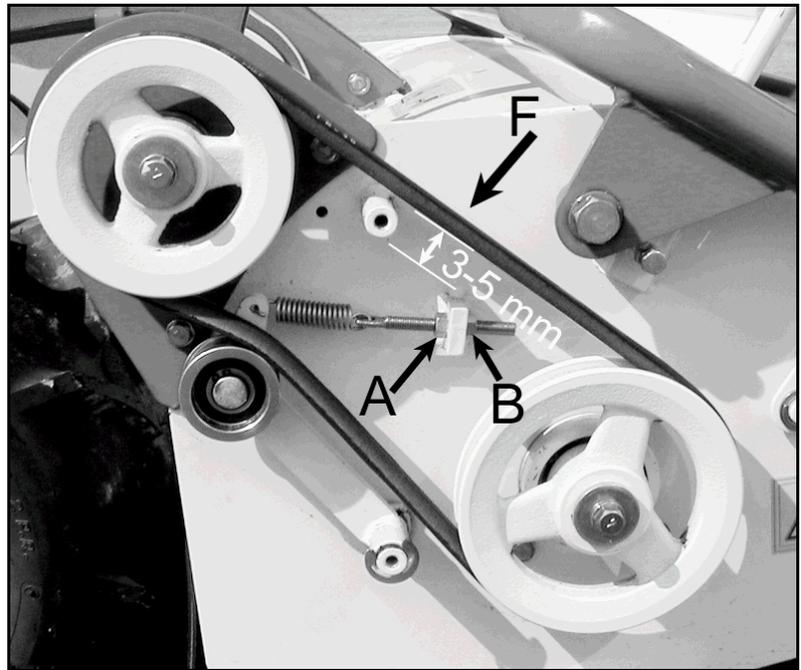

Figure 22
- Quand vous appuyer sur cette courroie avec un doigt (figure 22, repère A) la flèche doit être comprise entre 3 et 5 mm (figure 22).
- Si la courroie est trop tendue, dévissez le contre écrou A (figure 22). Dévissez l'écrou B (figure 22) jusqu'à obtenir la flèche correcte.
- Si la courroie n'est pas assez tendue, dévissez le contre écrou A (figure 22). Vissez l'écrou B (figure 22) jusqu'à obtenir la flèche correcte.